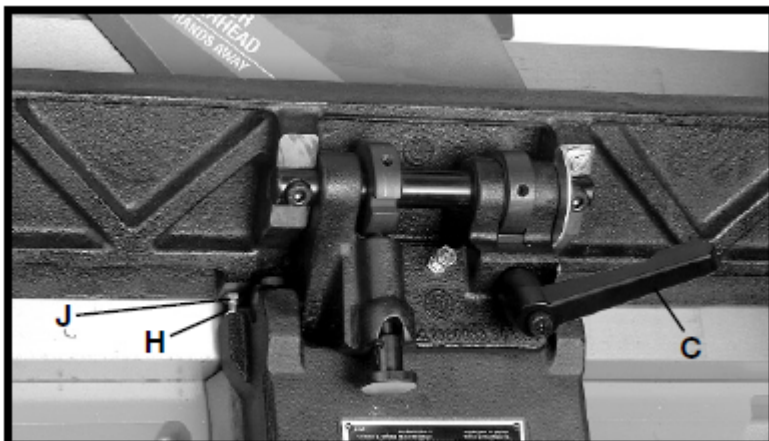

Рис. 36
45°, как показано на рисунке. При необходимости в регулировке ослабить контргайку (Н), рис. 36, и вворачивать или выворачивать регулировочный винт (J) до тех пор, пока угол наклона параллельного упора не составит 45°, и затянуть контргайку (Н). Затем затянуть фиксирующую рукоятку (С).